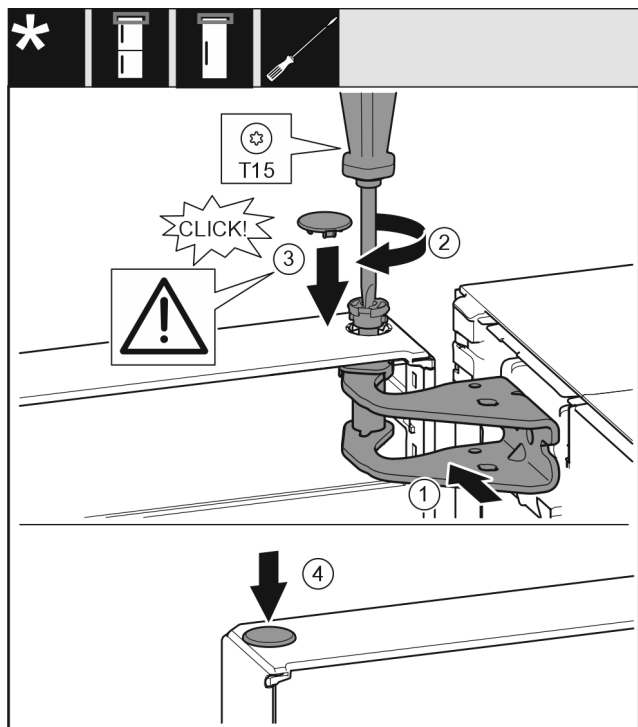

Fig. 26
- ▶ Igazítsa be az ajtót felül a csapágycak nyílásához Fig. 26 (1)
- ▶ Helyezze be a csapszeget Fig. 26 (2), és húzza meg csavarhúzóval.
- ▶ Szerelje fel az ajtót biztosító biztonsági fedelet Fig. 26 (3): Helyezze fel a biztonsági fedelet, és ellenőrizze, hogy felfekszik-e az ajtóra. Egyébként a csapszeget teljesen helyezze be.
- ▶ Helyezze be a dugót Fig. 26 (4).